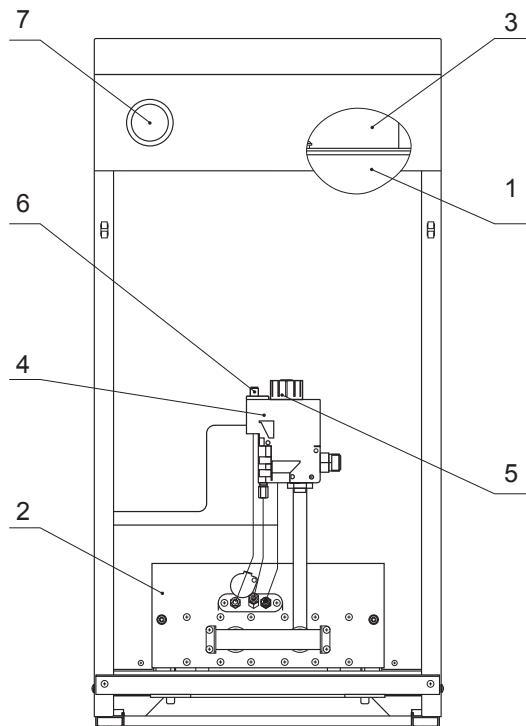

рис. 2 – Особенности котла с газовым блоком 630 EUROSIT.
- Котел представляет собой сборную конструкцию, закрытую декоративными тонколистовыми панелями с теплоизоляцией, внутри которой располагаются (см. рис. 2 и рис. 3):
- дымосборник с датчиком тяги (3);
- корпус котла, состоящий из топки и теплообменника (1);
- газогорелочное устройство с газовым блоком (ГГУ) (2).